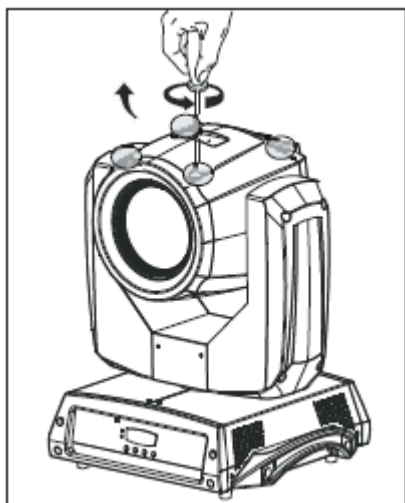

Figura 1
1. Quite las cubiertas de la cabeza del dispositivo usando un destornillador (figura 1).